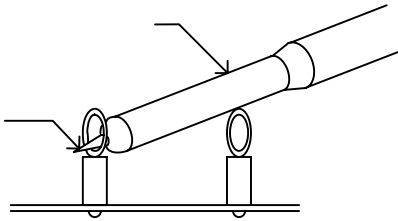

图 5-1. 纹波测量的探头位置
7. 取下示波器探头套并按图 5-1 中所示放置探头。TP17 和 TP18 使用户能够在测量纹波电压和瞬态响应时实现出色的抗噪声性能。